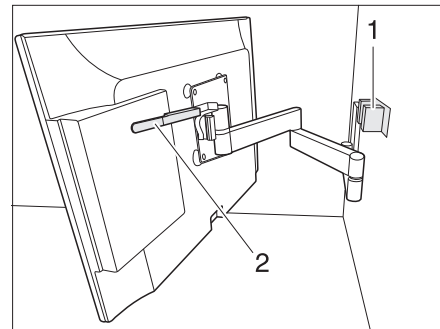

Fig. 8 Soporte con brazo articulado
- Girar la pantalla plana de regreso a la posición inicial y dejarla engatillar en el bloque (Fig. 8, 1).